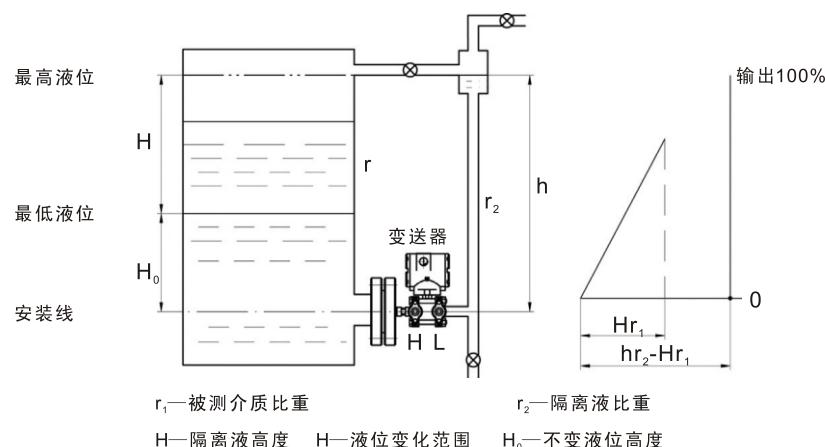

图4-4 用隔离液的液位测量方法
5.4.1.2 仪表带负迁移的用法(见图4-4)如果安装冷凝罐不方便，或者为了隔离腐蚀性介质进入负压侧，可使用隔离液如图4-4